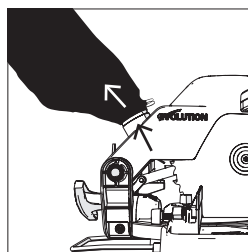

Fig. 31
- Schuif de stofzak over de stof extractie poort, er voor zorgend dat de veerclips de poort goed vasthouden, zodat de stofzak goed op zijn plek blijft zitten. (Fig. 31)